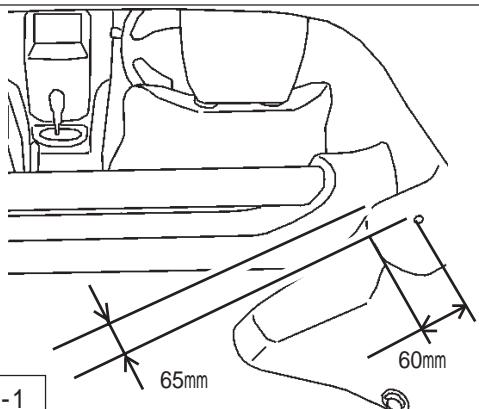

図4-1
1. リヤトレイに減衰力調整ダイヤル用の穴 20を開け、穴にグローメット（同梱品）を取付けてください。（図4-1）
リアの減衰力調整は、図4-1で取付けたゴム（同梱品）を取り外して行ってください。